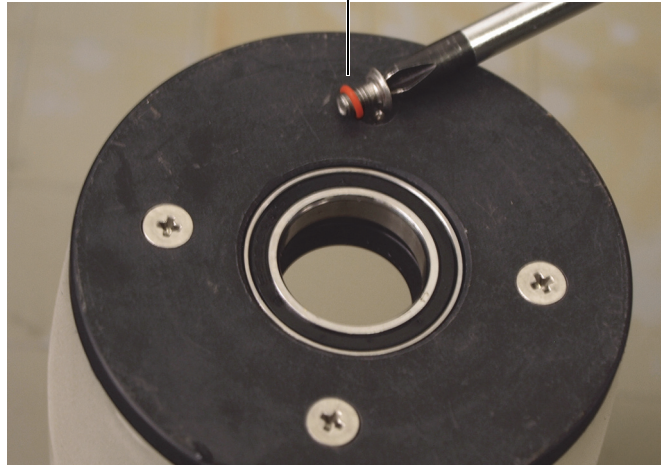

図 6-29 プレーンフランジの外部止ネジの取り付け
- b) 4本のネジとそのガスケットをプレーンフランジに取り付けて、クロスパターンのを使ってネジを最初は軽く、それからしっかりと締め付けます (109 ページの図 6-29)。